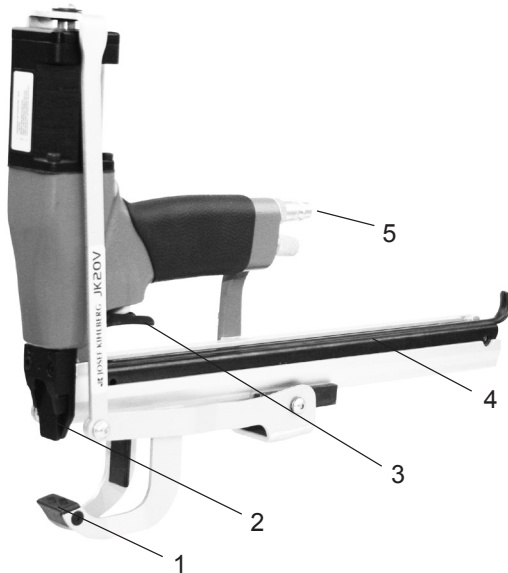

Fig. 1
2. Tryck på avtryckare (Fig. 1/3). När du släpper avtryckaren returnerar tungan automatiskt.